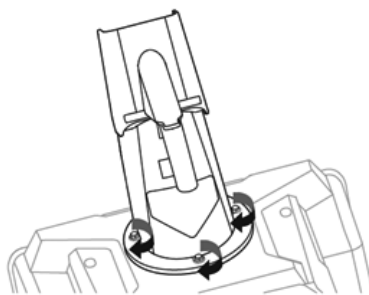

Рис. 7
4. Затяните болты шестигранным ключом (Рис. 7).